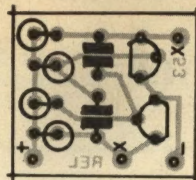

Fig. 4
- FIG. 4 - "CHAPEADO" DA MONTAGEM - Na figura anterior (3) a plaquinha era vista pela sua face cobreada, com as áreas metalizadas em preto... Já agora o Impresso é visto pela sua face não cobreada, todos os componentes colocados... Excepcionalmente, devido à própria restrição imposta pelo tamanho diminuto da placa, não estão lá anotados os códigos e valores dos componentes (tais dados são vistos na próxima figura...). Observar, principalmente, que os 4 resistores devem ser inserido "em pé", e que todos os componentes devem ficar tão rentes à placa quanto for possível. Outro ponto **importante**: a orientação dos lados "chatos" dos dois transistores (um "para baixo" e uma "para cima"...). Os pontos "+" e "-", como parece óbvio, destinam-se às ligações da alimentação, enquanto que as ilhas marcadas com "X-X" servirão para as conexões da "pastilha" transdutora piezo (detalhes mais à frente...).